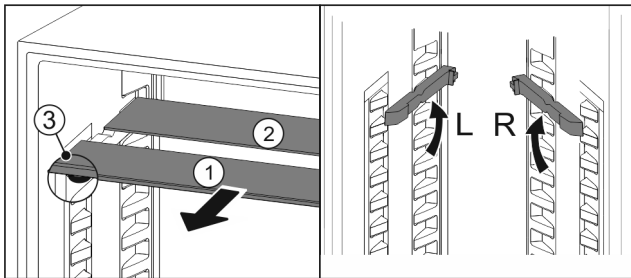

Fig. 79
- ▶ Glasplatten einzeln nach vorne herausziehen Fig. 79 (1).
- ▶ Glasplatte Fig. 79 (1) mit Zierleiste liegt vorne.
- ▶ Stopps Fig. 79 (3) zeigen nach unten.